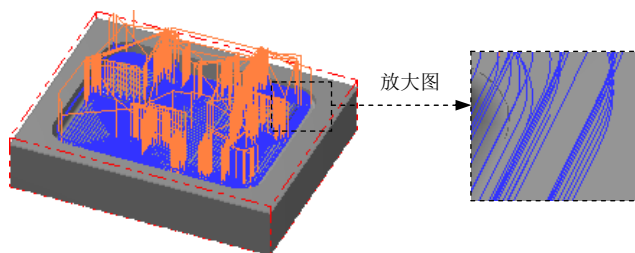

图 10.11 刀具路径
(1) 在“曲面残料粗加工”对话框的 **刀具路径参数** 选项卡的列表框中显示出 Step4 所选择的刀具,双击该刀具,系统弹出“定义刀具-机床群组-1”对话框。
(2) 设置刀具号码。在“定义刀具-机床群组-1”对话框的 **刀具号码** 文本框中,将原有的数值改为 2。
(3) 设置刀具参数。单击“定义刀具-机床群组-1”对话框中的 **参数** 选项卡,在 **进给率** 文本框中输入值 150.0,在 **下刀速率** 文本框中输入值 100.0,在 **提刀速率** 文本框中输入值 500.0,在 **主轴转速** 文本框中输入值 1500.0。
(4) 设置冷却方式。在 **参数** 选项卡中单击 **Coolant...** 按钮,在系统弹出的“Coolant...”对话框的 **Flood** (切削液) 下拉列表中选择 **On** 选项。单击  按钮,关闭“Coolant...”对话框。
(5) 单击“定义刀具-机床群组-1”对话框中的  按钮,完成刀具参数的设置。
Step8. 单击“曲面残料粗加工”对话框中的  按钮,同时在图形区生成图 10.11 所示的刀具路径。